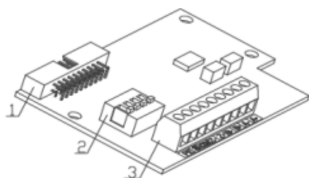

图4.21 增量式PG卡
(4) HDO用作数字脉冲频率输出，也可使用外部电源，接线方式如图4.21所示。